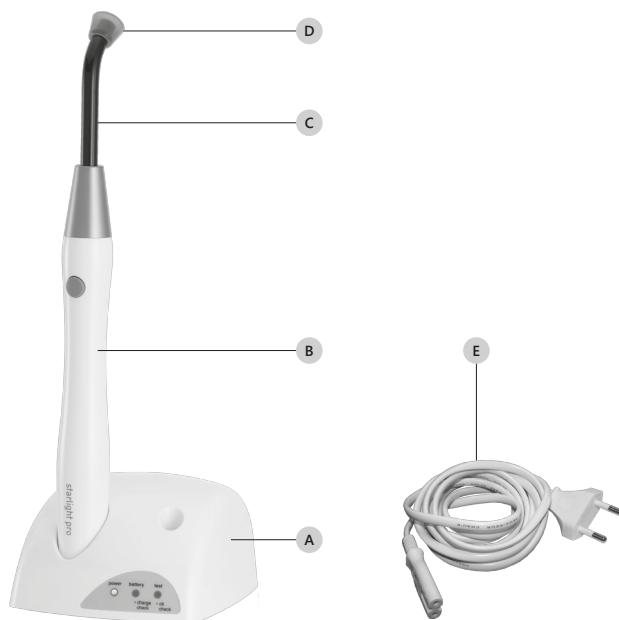

Figura 4 – Elenco dei Componenti
ⓘ ATTENZIONE: Ricaricare la batteria utilizzando esclusivamente la stazione di ricarica Mectron (*Figura 4 a pagina 8 - Rif. A*). Non tentare la ricarica con carica batterie generici. Pericolo di esplosioni e di incendio.
Fare riferimento alla Figura 4 a pagina 8:
2. Inserire il cavo di alimentazione dell'energia elettrica (Figura 4 a pagina 8 - Rif. F) nella connessione posta sul retro dell'apparecchio (Figura 5 a pagina 10 - Rif. A) e quindi nella presa a muro. Il LED verde "power" si accenderà (Tabella 1 a pagina 11 - Rif. A).
⚠ ATTENZIONE: Ricaricare la batteria utilizzando esclusivamente la stazione di ricarica Mectron (Figura 4 a pagina 8 - Rif. A). Non tentare la ricarica con carica batterie generici. Pericolo di esplosioni e di incendio.